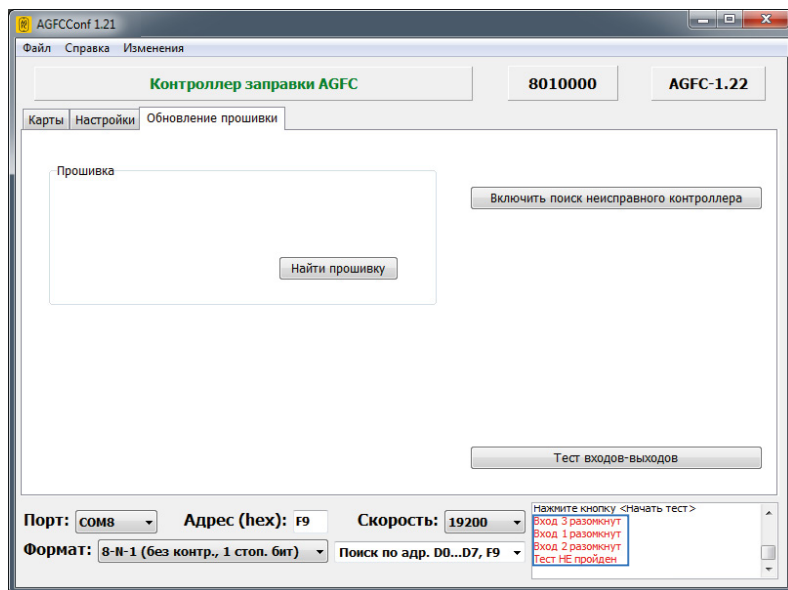

Рис.29. Состояние проверки при неисправности входов/выходов.
- в программе «AGFCConf» сформировать нужный список карт (Рис.29, п. 1);
- в поле «Адрес (hex)» в нижней части окна программы ввести сетевой адрес ТРК «AGFC», которому нужно передать файл (Рис.29, п.2). Стандартные адреса ТРК – D0-D7, адрес ТРК, работающего в режиме устройства ПОРТ-3 – F9;
- в поле «Адрес (hex)» в нижней части окна программы ввести сетевой адрес ТРК «AGFC», которому нужно передать настройки (Рис.29, п.2). Стандартные адреса ТРК – D0-D7, адрес ТРК, работающего в режиме устройства ПОРТ-3 – F9;